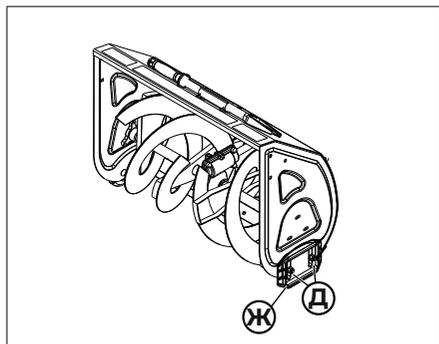

Рис. 33
4. Ослабьте гайки крепления тормозного башмака(рис.33, поз. Д) на тормозном башмаке (рис.33, поз.Ж).